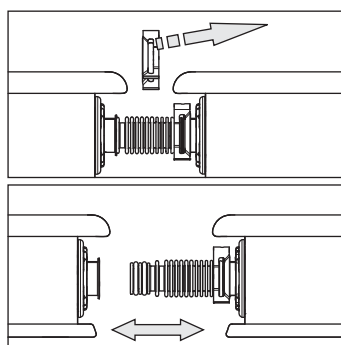
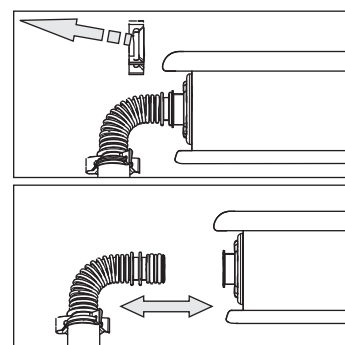

Fig. 3-58 Fase di lavoro 1
Fig. 3-59 Fase di lavoro 2
- Nell'eseguire il passaggio del cavo assicurarsi che non affluisca acqua piovana nel punto di inserimento della sonda (inserire un gocciolatoio vedere fig. 3-58).
1. Premere e sfilare le graffe di fissaggio dalla posizione di arresto (fig. 3-58 e fig. 3-59).
2. Sfilare le curve di collegamento (fig. 3-59).